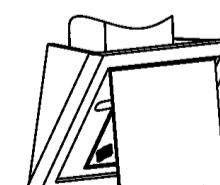

рис. 4
6.1.1 Перед установкой вытяжки снимите алюминиевый фильтр (рис. 4, 4 А).
- снимите алюминиевый фильтр(рис. 4 А);
8.3 Для очистки алюминиевого фильтра извлеките его из вытяжки (рис.4, 4A). Произведите очистку фильтра с помощью щетки горячим водным раствором нейтрального моющего средства вручную или в посудомоечной машине (при 60°C). Сильно загрязненный фильтр не следует мыть в посудомоечной машине вместе с посудой. Страйтесь не сгибать фильтр при мойке.